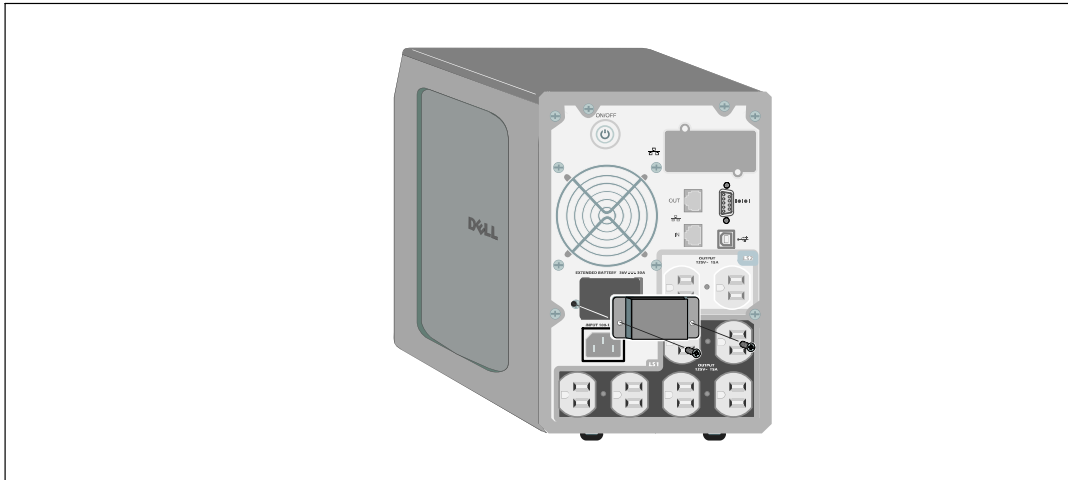

Figura 13. Cómo retirar la cubierta del conector de la batería
- 1 Retire la cubierta del conector de la batería del panel posterior como se indica en la Figura 13. Conserve la cubierta y los tornillos.